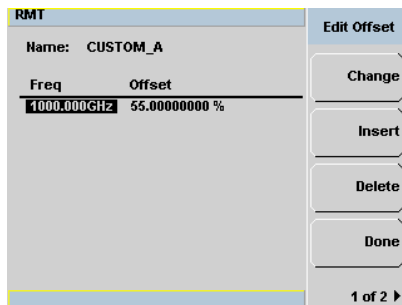

Abbildung 2-10 Bildschirm „Edit Offset“ (Versatz bearbeiten) mit hinzugefügten Daten
- 2 Wählen Sie mithilfe der Tasten  und  die Tabelle aus, die Sie bearbeiten möchten. Drücken Sie auf **Edit Table** um den Bildschirm **Edit Offset** (Versatz bearbeiten) wie in Abbildung 2-10 dargestellt anzuzeigen.